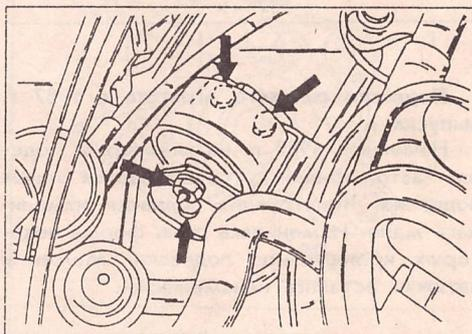

Рис. 10.
К ней относится опора (8), показанная на рис. 12. Для снятия опоры отвернуть болты, указанные на рис. 10 стрелками и снять опору подвески.